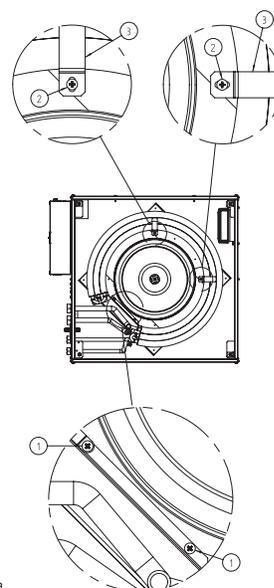
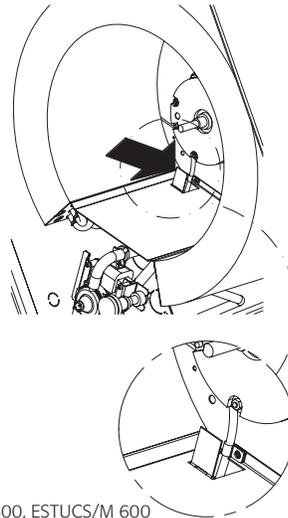

Fig. 27a
Fig. 29b-ESTUCS600, ESTUCS/M 600
- Après l'enlèvement de la pompe du condensat, dévisser les 2 vis comme indiqué en Fig.27a, en faisant attention au câble du moteur au-dessous (voir dessin agrandi de Fig.29b et 30b).
- Enlever les 2 vis des brides de fixation de la batterie, comme indiqué en Fig.27a, point 2 et 3, et soutenir solidement l'échangeur.